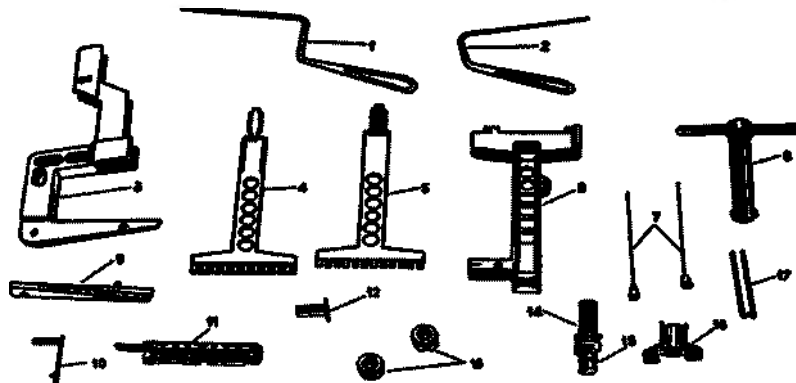

Рисунок. 2. - Ушиватель тканей и органов в разобранном виде:
5.1. Ушиватель УТО – 70 (рис. 2) состоит из следующих частей; упорного корпуса 3, скобочного корпуса 6, клина 9, толкателей двухстрочечного шва 4 и однострочечного шва 5, съемного замка 10, магазина 11, игл 7; ключа 8, погружателей 1 и 2, задвижки 17, гаек 13, винта 14, с кольцом 15, гайки-барашка 16, упорного-предохранителя 12
6.1. При чистке и промывке ушиватель необходимо разобрать. Тщательная очистка ушивателя от свернувшейся крови, частиц тканей и т. д. является необходимым условием его надежной работы. С этой целью предусмотрена простая и легкая разборка ушивателя на 15 частей (см. рис. 2).